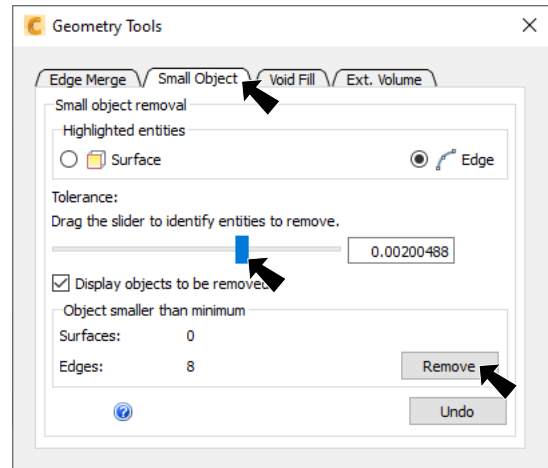

Fig. 24
Step 4. Click the **Small Object** tab , **Fig. 24**